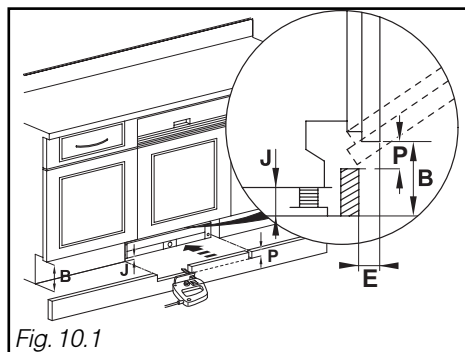

Fig. 10.1
Montar o rodapé cortando-o se necessário segundo a cota **P** (ver tabela Fig. 10.1)
- Medir a cota de profundidade do rodapé **E** (Fig.10.1) entre o rodapé do móvel e a fachada do móvel. Apontar o valor **P** na tabela fornecida por **E** e **B - J**